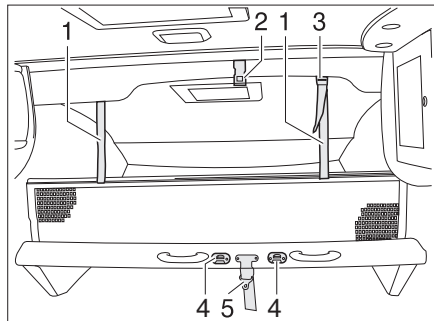

Fig. 101 Lit escamotable manuel
- Détacher la sangle de sécurité (Fig. 101,5) du plafond (Fig. 101,2).
- Verrouiller le lit escamotable au plafond (Fig. 101,2) avec la sangle de sécurité (Fig. 101,5).
- L'échelle de montée doit être accrochée par les deux étriers aux crampillons (Fig. 101,4) se trouvant sur le lit escamotable.
- Faire s'enclencher les sangles de retenue (Fig. 101,1) dans les œillets du plafond (Fig. 101,2).
- Faire s'enclencher les sangles de retenue (Fig. 101,1) dans les œillets (Fig. 101,3) du plafond.